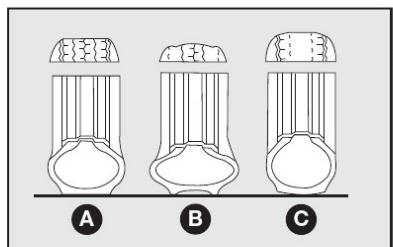

fig. 27
**Um pneu com pressão abaixo do especificado se aquece excessivamente quando em utilização continuada, isso poderá provocar danos aos pneus ou até mesmo o seu estouro. Mantenha sempre os valores de pressão indicados neste manual. Uma pressão errada provoca um desgaste anormal dos pneus fig. 27.**
**Uma pressão errada provoca um desgaste anormal dos pneus fig. 27.**